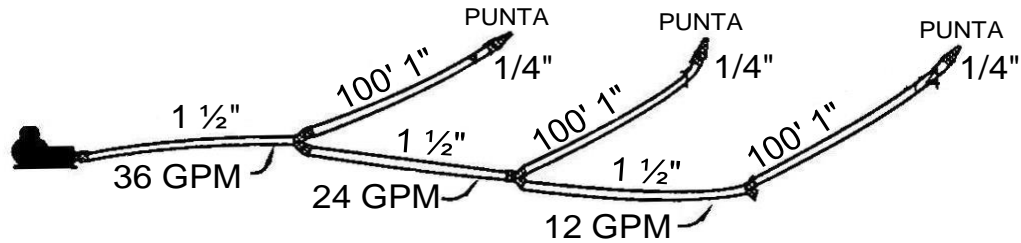
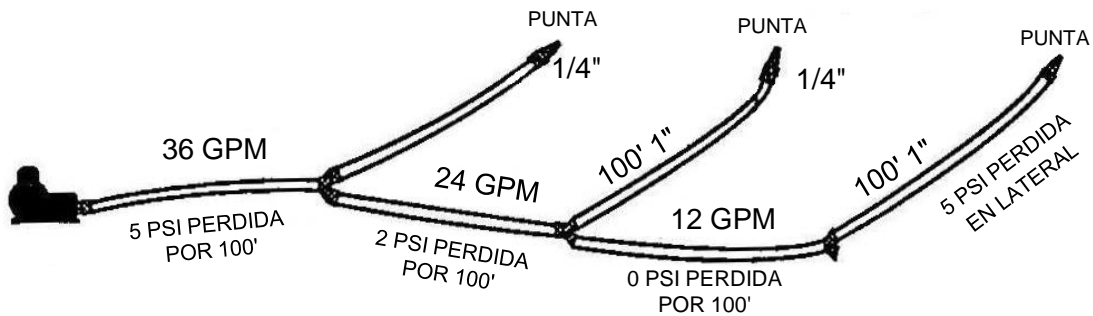

Figura 6. Flujo de agua en manguera de 1½".
Figura 7. Flujo de agua y pérdida por fricción en manguera de 1½".
Para la línea troncal de 1½", debe calcular el flujo total de gpm, la manguera de 1½" debe abastecer a todas las boquillas en uso, note como disminuye el flujo al final del tendido de manguera, así también disminuye la pérdida por fricción; la figura 6 muestra el flujo en la manguera de 1½".
La figura 6 muestra la disminución de los gpm a medida que avanza hacia el final de la línea de manguera, después de cada lateral, los gpm disminuyen. En el ejemplo hay 36 gpm en la primera conexión Wye, 24 gpm en la segunda, y 12 gpm en la última.
Utilizando los gpm de la figura 6, determine o encuentre la pérdida por fricción (FL) para cada sección iniciando en el final del tendido de manguera y avanzando hacia la bomba (figura 7).